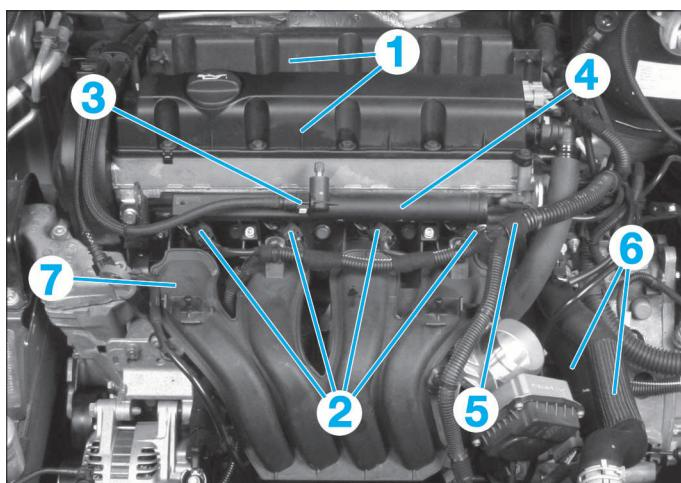

FIG. 47
- les couvre-culasse (1) (Fig.47).